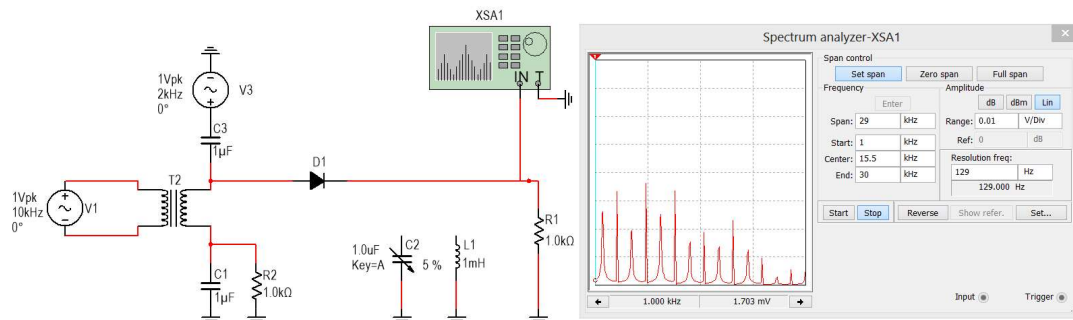

Figura 3 – Ilustração do processo de translado de espectros usando mixers. Observe o espectro produzido logo na carga de 1kΩ.
A Figura 3 ilustra a montagem do circuito da Figura 2b no Multisim. Observa-se que o circuito LC tanque não foi ligado para evitar filtragens e assim mostrar as frequências produzidas quando os sinais
- Monte o circuito da Figura 3 sem o diodo. Usando o analisador de espectro, mostre as frequências que chegam à carga de 1kΩ sem o diodo.
- Agora, ligue o diodo (exatamente como na Figura 3) e mostre o espectro na carga. Observe as diferenças no espectro tentando identificar cada um dos picos de frequência e vendo que tipo de relação eles tem com a frequência de 10kHz e 2kHz.